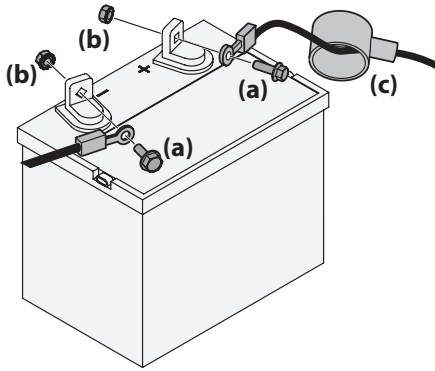

Figura 2-18
3. Retire la cubierta plástica, si está presente, del borne positivo de la batería y una el cable rojo al borne positivo de la batería (+) utilizando el perno (a) y la tuerca hexagonal (b). Vea la Figura 2-18.
4. Retire la cubierta plástica, si está presente, del borne negativo de la batería y una el cable negro al borne negativo de la batería (-) utilizando el perno (a) y la tuerca hexagonal (b). Vea la Figura 2-18.